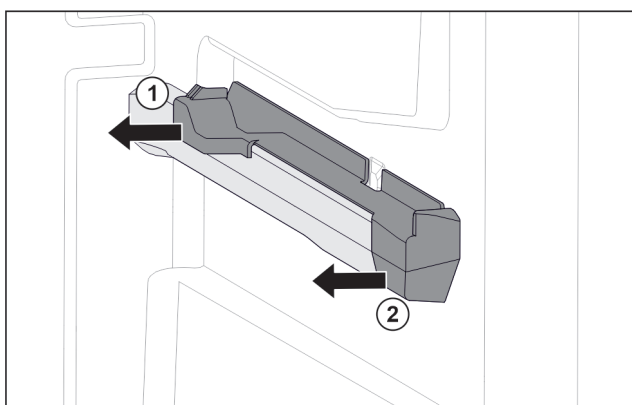

Fig. 153 Natični dio na desnom žlijebu spremnika
- Skinite natični dio straga u stranu. Fig. 153 (1)
- Skinite natični dio sprijeda u stranu. Fig. 153 (2)